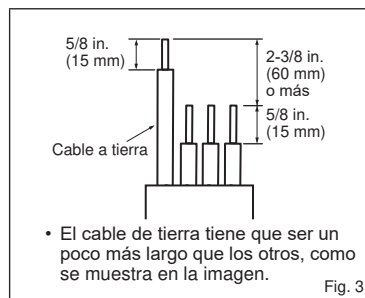

Fig. 3
- 6) Procese el extremo del cable de tierra (Fig. 3). Conéctelo al terminal de tierra de la caja de piezas eléctricas.
- 7) Procese el extremo del cable de conexión de la unidad interior/exterior (A) (Fig. 3). Conéctelo al panel de terminales. Procure no equivocarse al hacer las conexiones. Fije con firmeza el cable al panel de terminales de modo que no quede a la vista ninguna de sus piezas internas y que ninguna fuerza externa afecte a la sección de conexión del panel de terminales.